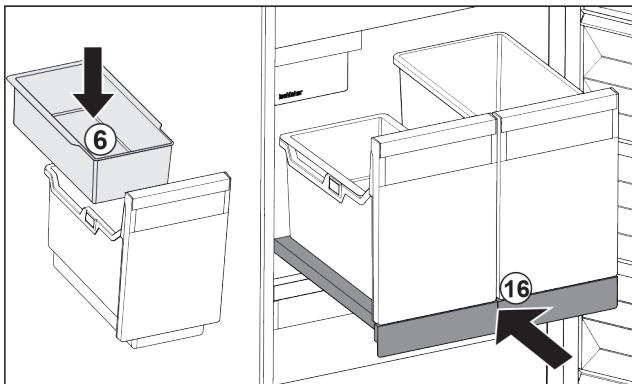

Fig. 25
- Поставете окачващата се поставка Fig. 25 (6) за ледени кубчета.
- Вкарайте изтеглящата се дъска със съдовете (IceTower). Fig. 25 (16)